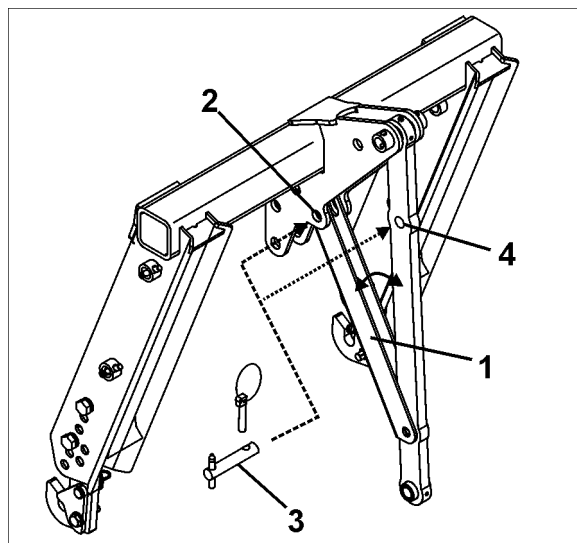

Bild 43
3. Fäll säkringsstaget (Bild 43/1)
- o ut till transportläge (Bild 43/2).
- o in till parkeringsläge (Bild 43/4).
4. Fäst och säkra säkringsstaget med bult (Bild 43/3) och låssprint.